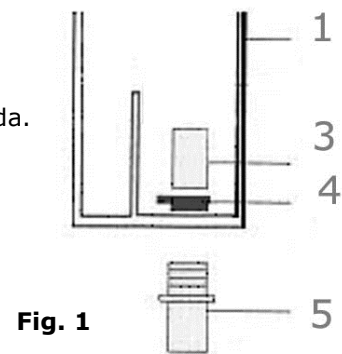

Fig. 1
1. Atornillar la sujeción de prefiltro en el agujero del fondo de la caja de rebosadero (ver Fig. 1).